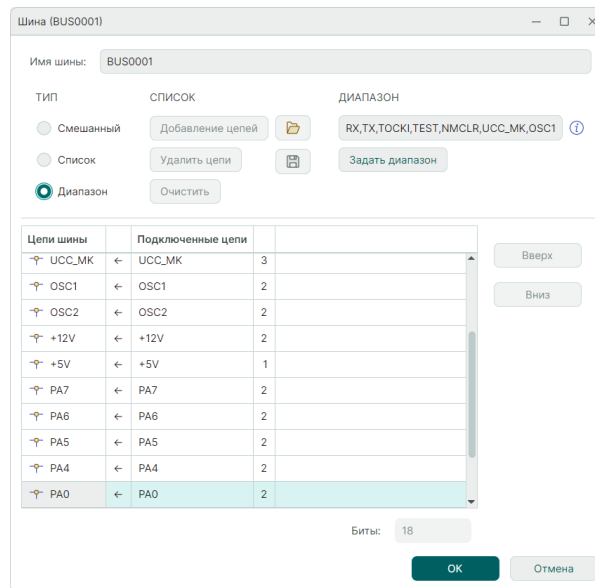

Рис. 170 Включение режима «Диапазон»
- Установите переключатель в положение «Диапазон», см. Рис. 170.